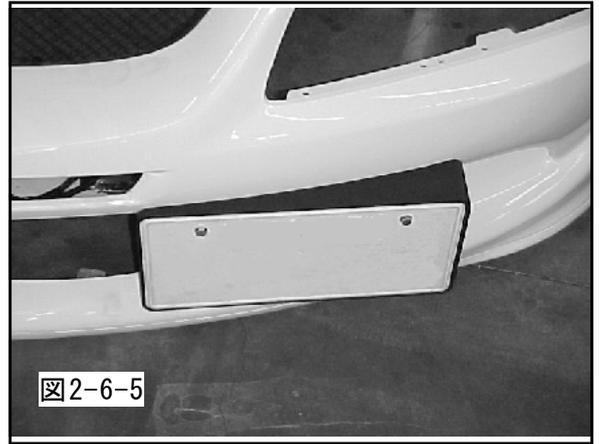
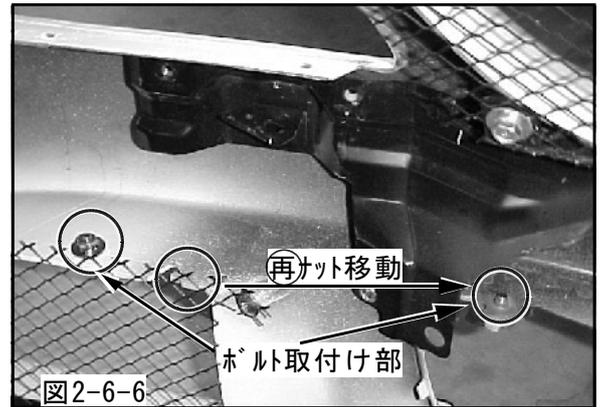

図2-6-5
図2-6-6
(4) ライセンスプレートブラケットにライセンスプレートガーニッシュを取付け、図のようにフロントバンパAssyに当てて位置決めをし、ボルト穴を開ける場所に印をつけてください。(図2-6-5)
(5) 印をつけた位置にボルトM6が通るように穴を開けてください。
(6) ライセンスプレートブラケットをフロントバンパAssyに取付けてください。(図2-6-1, 図2-6-6, 図2-6-7)
(7) フロントバンパセンターインホースメントをフロントバンパAssyに取付けしてください。
(8) ライセンスプレートガーニッシュを取付けてください。(図2-6-5)